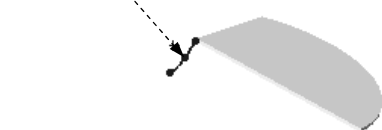
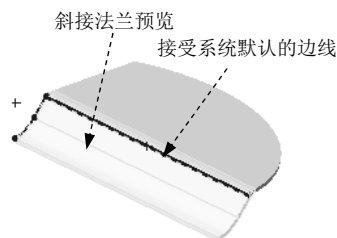

图 10.2.39 定义斜接法兰轮廓
图 10.2.41 初始斜接法兰预览
(1) 定义边线。选取如图 10.2.39 所示的草图，系统弹出如图 10.2.40 所示的“斜接法兰”对话框。系统默认如图 10.2.41 所示的边线为附着边，图形中出现如图 10.2.41 所示的斜接法兰的预览。